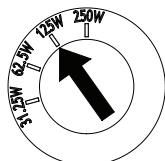

Abbildung 34
6. Einen Schlitzschraubendreher verwenden, um die Transformatoranzapfung, wie in Abbildung 34 dargestellt, auf die gewünschte Leistungsstufe einzustellen.